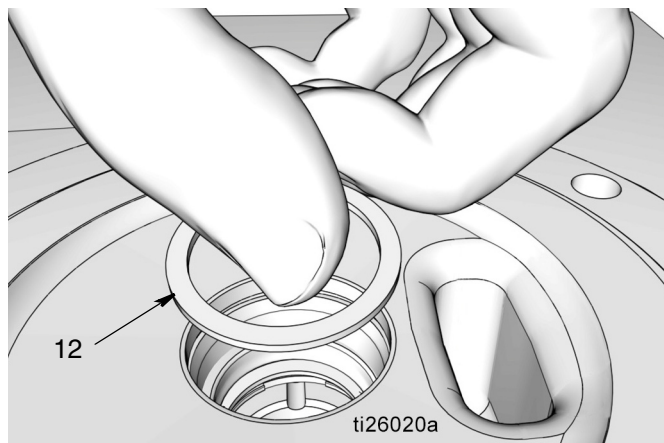

FIG. 36
- Installare il distanziale (12) (FIG. 36).